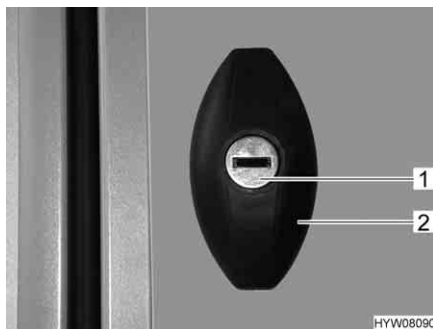

Fig. 21 Serratura dello sportello, ellittico, chiuso
- Inserire la chiave nel cilindro della serratura (Fig. 21,1) e ruotare in senso antiorario di un mezzo giro. La maniglia della serratura (Fig. 21,2) scatta all'infuori.